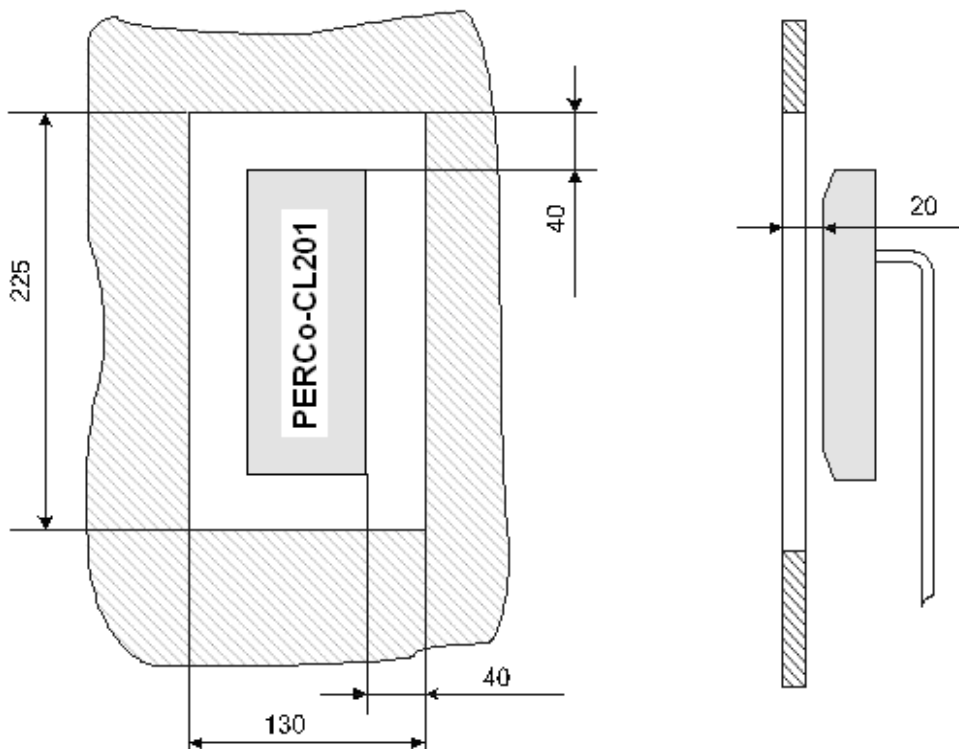

Рисунок 2 Установка контроллера за металлической поверхностью
- При установке за металлической поверхностью в ней необходимо вырезать окно, напротив которого равноудалено от краев окна и устанавливается контроллер (см. рис. 2), при этом размеры окна должны быть не менее 225×130 мм. Само окно может быть закрыто неметаллической вставкой (например, из пластмассы), а контроллер может быть утоплен вглубь окна на расстояние не более 20 мм от внешней стороны металлической поверхности – дальность считывания кода при таком способе монтажа уменьшается на 30 - 50%;